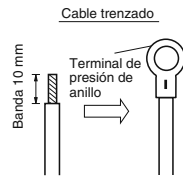
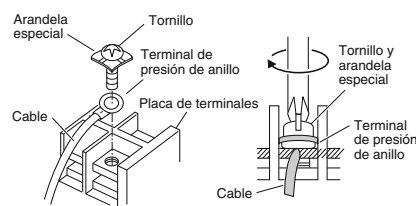

Fig. 4-5
Fig. 4-6
- (1) Corte el extremo del cable con alicates de corte, quite el aislante para exponer los conductores trenzados unos 10 mm y retuerza con fuerza los extremos de los conductores. (Fig. 4-5)
- (2) Utilizando un destornillador de cabeza Phillips, extraiga los tornillos del terminal de la placa de los terminales.
- (3) Utilizando un fijador de conector de anillo o alicates, fije con seguridad cada extremo del cable trenzado con un terminal de presión de anillo.
- (4) Ponga el terminal de presión de anillo y vuelva a colocar y apretar el tornillo del terminal extraído con un destornillador. (Fig. 4-6)